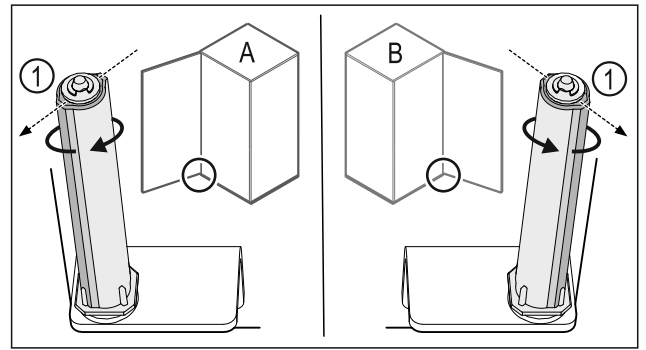

Fig. 40 Atidarymas į kairę (A) / atidarymas į dešinę (B)
- ▶ Sukite uždarymo sistemą, įveikdami pasipriešinimą, kol uždarymo sistemos pertvara Fig. 40 (1) bus nukreipta į išorę.